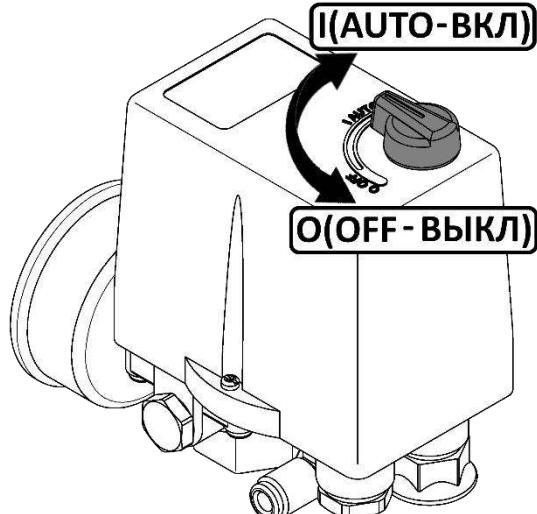

Рисунок 3
- Проверьте, чтобы выключатель на прессостате находился в выключенном положении "OFF" (см. рисунок 3).
- Выключить компрессор выключателем на прессостате. Для этого необходимо переключить выключатель в положение "OFF" или "0", в зависимости от исполнения (см. рисунок 3). После этого остановится электродвигатель и произойдет сброс давления из нагнетательного воздухопровода и поршневого блока.